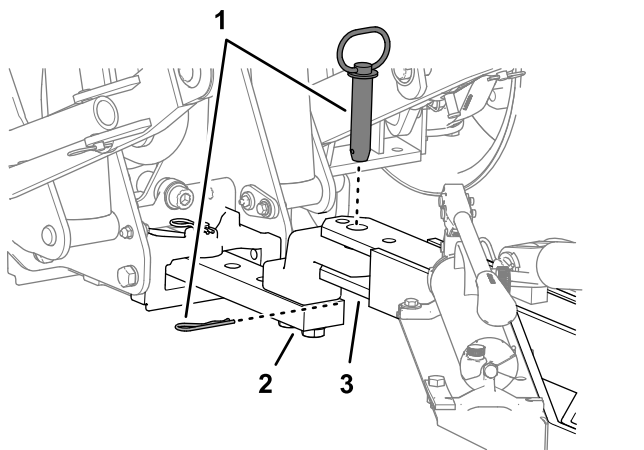

Рисунок 13
- Совместите дышло аэратора с буксировочной штангой тягового блока и подсоедините аэратор с помощью крепежных деталей сцепного устройства тягового блока (Рисунок 13).